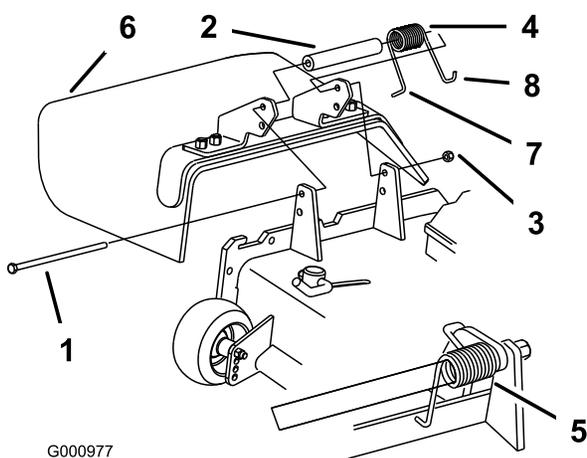

Figura 89
1. Togliete il dado di bloccaggio, il bullone, la molla e il distanziale che fissano il deflettore alle staffe orientabili del tosaerba (Figura 89). Togliete il
Nota: Prima di montare il bullone, come riportato nella Figura 89, verificate che l'estremità diritta della molla sia inserita dietro il bordo della scocca.
3. Montate il bullone e il dado. Infilate l'estremità a gancio J della molla attorno al deflettore dello sfalcio (Figura 89).